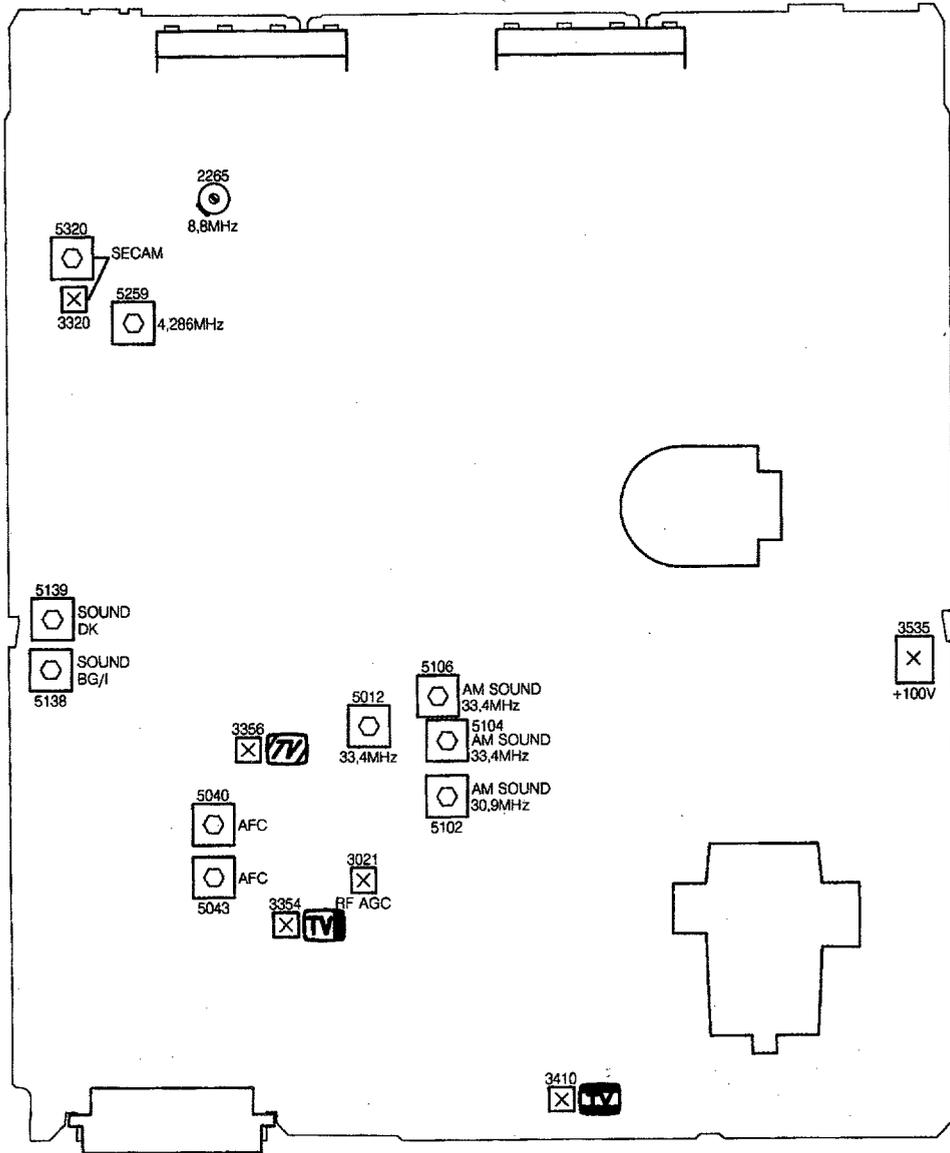

Fig. 7
1. Ajustes en el panel principal (Fig. 7)
- 1.7 El filtro de MF para aparatos PAL/SECAM BGLL'- o PAL/SECAM BGLL'I (ver Fig. 7)**